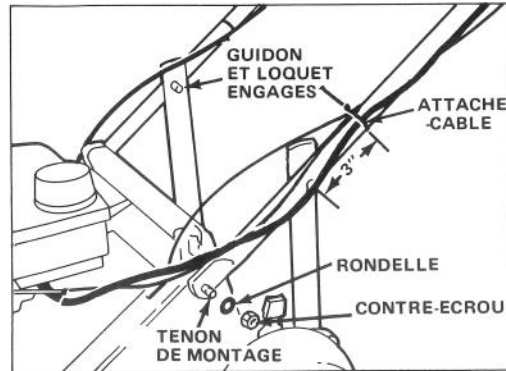

Figure 1
1. Ecartez les mancherons et glissez les tenons de montage du carter de la tondeuse (Fig. 1).
2. Attachez chaque côté du guidon aux tenons de montage à l'aide d'une rondelle et d'un contre-écrou (Fig. 1).
3. Actionnez les loquets du guidon vers l'intérieur, puis orientez le guidon vers le haut ou vers le bas afin d'enclencher les tenons dans l'orifice du milieu des deux loquets (Fig. 1).
5. Fixer les câbles de commande de chaque côté du guidon à environ 3 pouces (3,5 cm) au-dessus du goujon de montage au moyen du collier (Fig. 1).